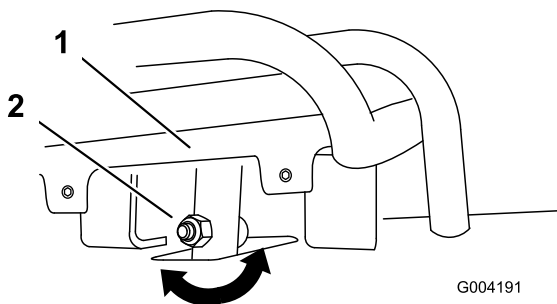
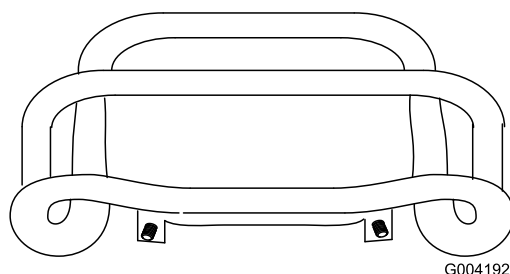

Figure 52
Figure 53
4. Si l'avant de la commande de déplacement n'est pas d'équerre et de niveau avec la barre de référence, desserrez l'écrou et le boulon à embase de la tige de la commande de déplacement (Figure 52).
5. Réglez la commande de déplacement de sorte qu'elle soit de niveau et en appui contre la barre de référence lorsqu'elle est tirée tout droit en arrière (Figure 52 et Figure 53).